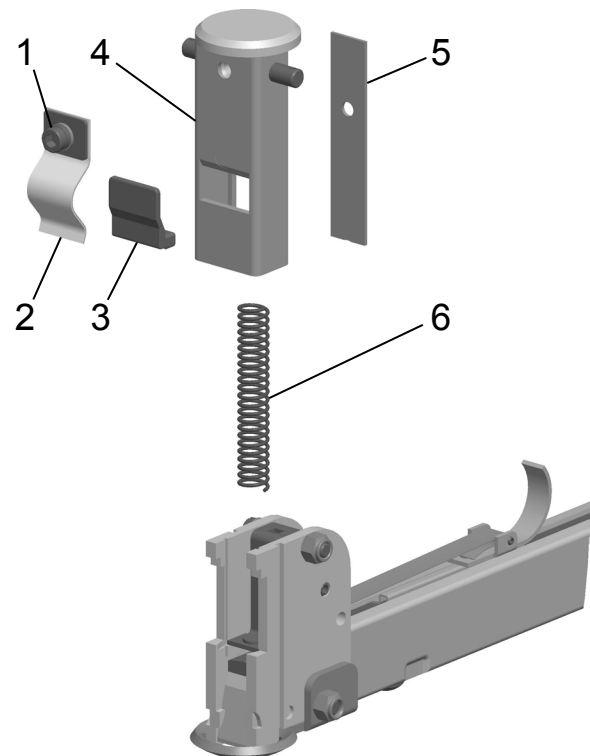

Fig. 16
3. Eine Zylinderschraube (Fig. 16/1) entfernen. Heftkopf drücken und die Klammersperre (16/3) entfernen.